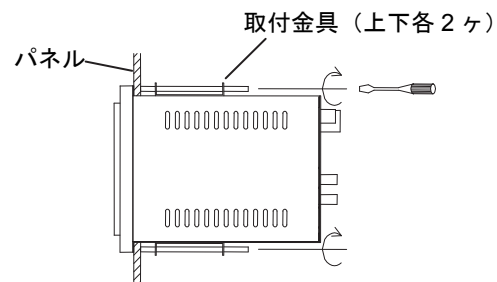

図5 パネル埋め込み取り付け図
- ②本体を角穴に挿入し、取付金具を上下2カ所に取り付けて、パネルに締め付けます。この際片締めにならないように上下4カ所を交互に締め付けてください。(図5)